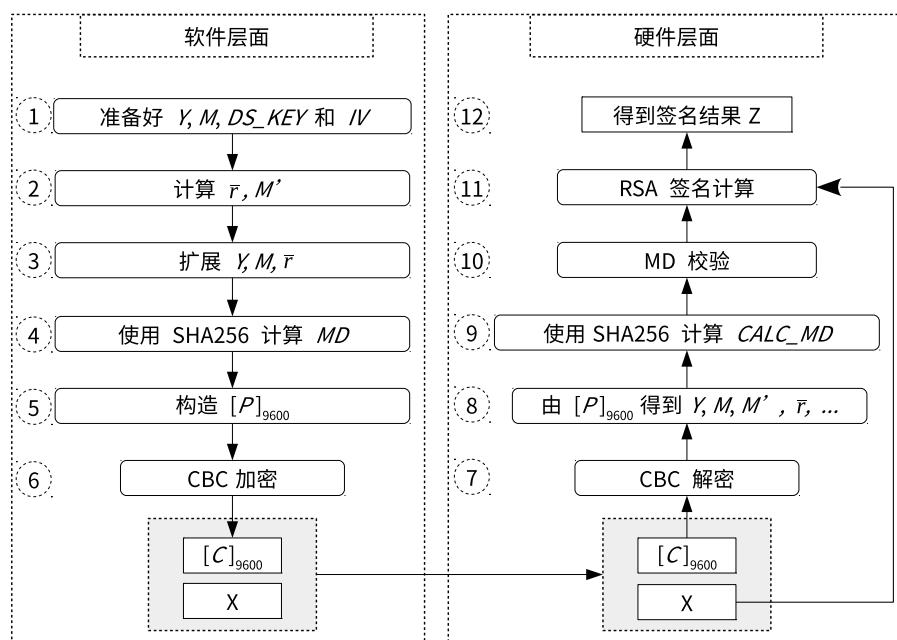

图 24.3-1. 软件准备工作与硬件工作流程
如果用户想使用 DS 模块进行数字签名，则需要提前做好软件准备工作，如图 24.3-1 所示。图中左半部分列出了在硬件开始 RSA 签名计算之前，软件需要做的准备工作。图中右半部分则列出了硬件在整个签名计算的过程中的计算流程。
- 即便有多次签名计算，也只需进行一次软件准备工作（图 24.3-1 左侧），但每一次签名计算都需要重新进行硬件运算（图 24.3-1 右侧）。
用户需要依照图 24.3-1 左侧中指定的步骤来计算  $C$ 。详细的过程描述如下：
##### 1. 解析阶段, 即图 24.3-1 中的步骤 7 和步骤 8
解析过程是图 24.3-1 中步骤 6 的逆过程。DS 模块将调用 AES 硬件加速器以 CBC 块模式对输入的密文信息  $C$  进行解密, 获取明文信息。该过程可以表示为  $P = \text{AES-CBC-DEC}(C, DS\_KEY, IV)$ , 其中,  $IV$  就是  $[IV]_{128}$ , 由用户直接指定;  $[DS\_KEY]_{256}$  由硬件 HMAC 提供, 通过存储在 eFuse 中的  $HMAC\_KEY$  得到, 软件无法获取。请参考章节 21 HMAC 加速器 \(HMAC\) 获取更多信息。
##### 2. 校验阶段, 即图 24.3-1 中的步骤 9 和步骤 10
DS 模块会执行两种校验操作: MD 校验和填充 (padding) 校验。由于填充校验和 MD 校验同步进行, 因此填充校验未在图 24.3-1 中体现。
##### 3. 计算阶段, 即图 24.3-1 中的步骤 11 和步骤 12